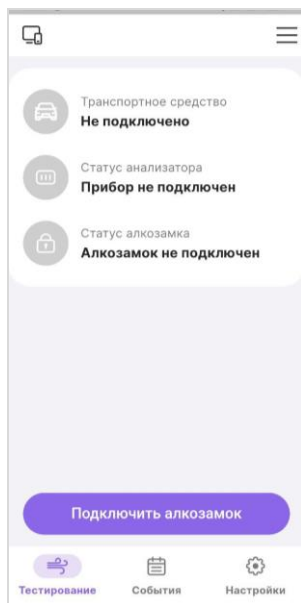

Рис.14
2.4.4.2.1 После завершения процесса аутентификации пользователя откроется главное окно, позволяющее выбрать сопрягаемый алкозамок (Рис.14).